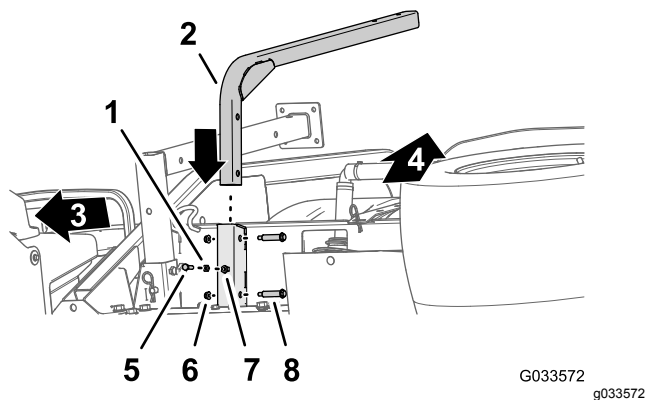

図 46
1. 真水タンク用のサポートチューブをタンクサポート用のチャンネル部材に合わせる 図 46。
2. サポートチューブの穴を、チャンネル材の穴に合わせる 図 46。
3. チューブをチャンネル材に固定する 図 46 ショルダボルト½ x 1-15/16" 2本とフランジロックナット5/16" 2個を使用する。
5. ボルト5/16 x 1" にジャムナット5/16" を 図 46 のように取り付ける。
6. ボルト5/16 x 1" とジャムナットを、タンクサポート用チャンネル材の下部にある溶接ナットに取り付けて、ボルトとジャムナットを手締めする 図 46。